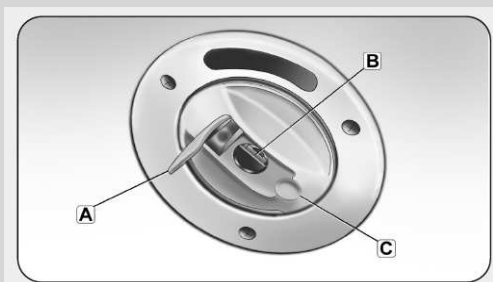
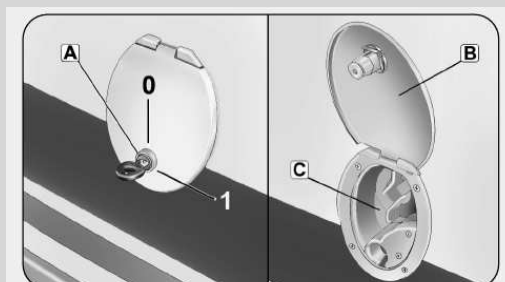

fig. 18
fig. 19
Vitvattentanken ska fyllas på från utsidan med hjälp av det därtill avsedda inloppsröret **fig. 18**. På vissa modeller skyddas detta av ett lock med låsmekanism **fig. 19**.
### Öppning av inloppsröret **fig. 18**
### Öppning av luckan **fig. 19**
**Stängning av påfyllningsröret fig. 18.**
**Stängning av luckan fig. 19**